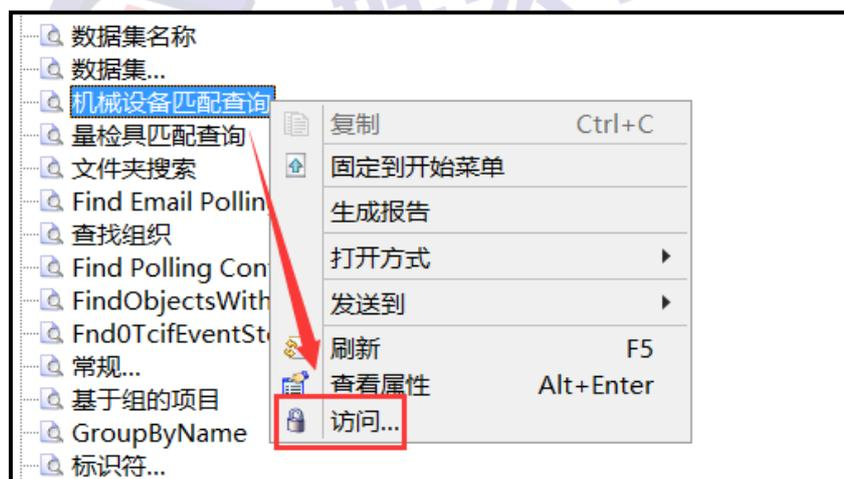

图 3
2.首先管理员进入【查询构建器】模块，找到需要对张三屏蔽的查询【机械设备匹配查询】，右键 - 访问（如图 3 所示）：